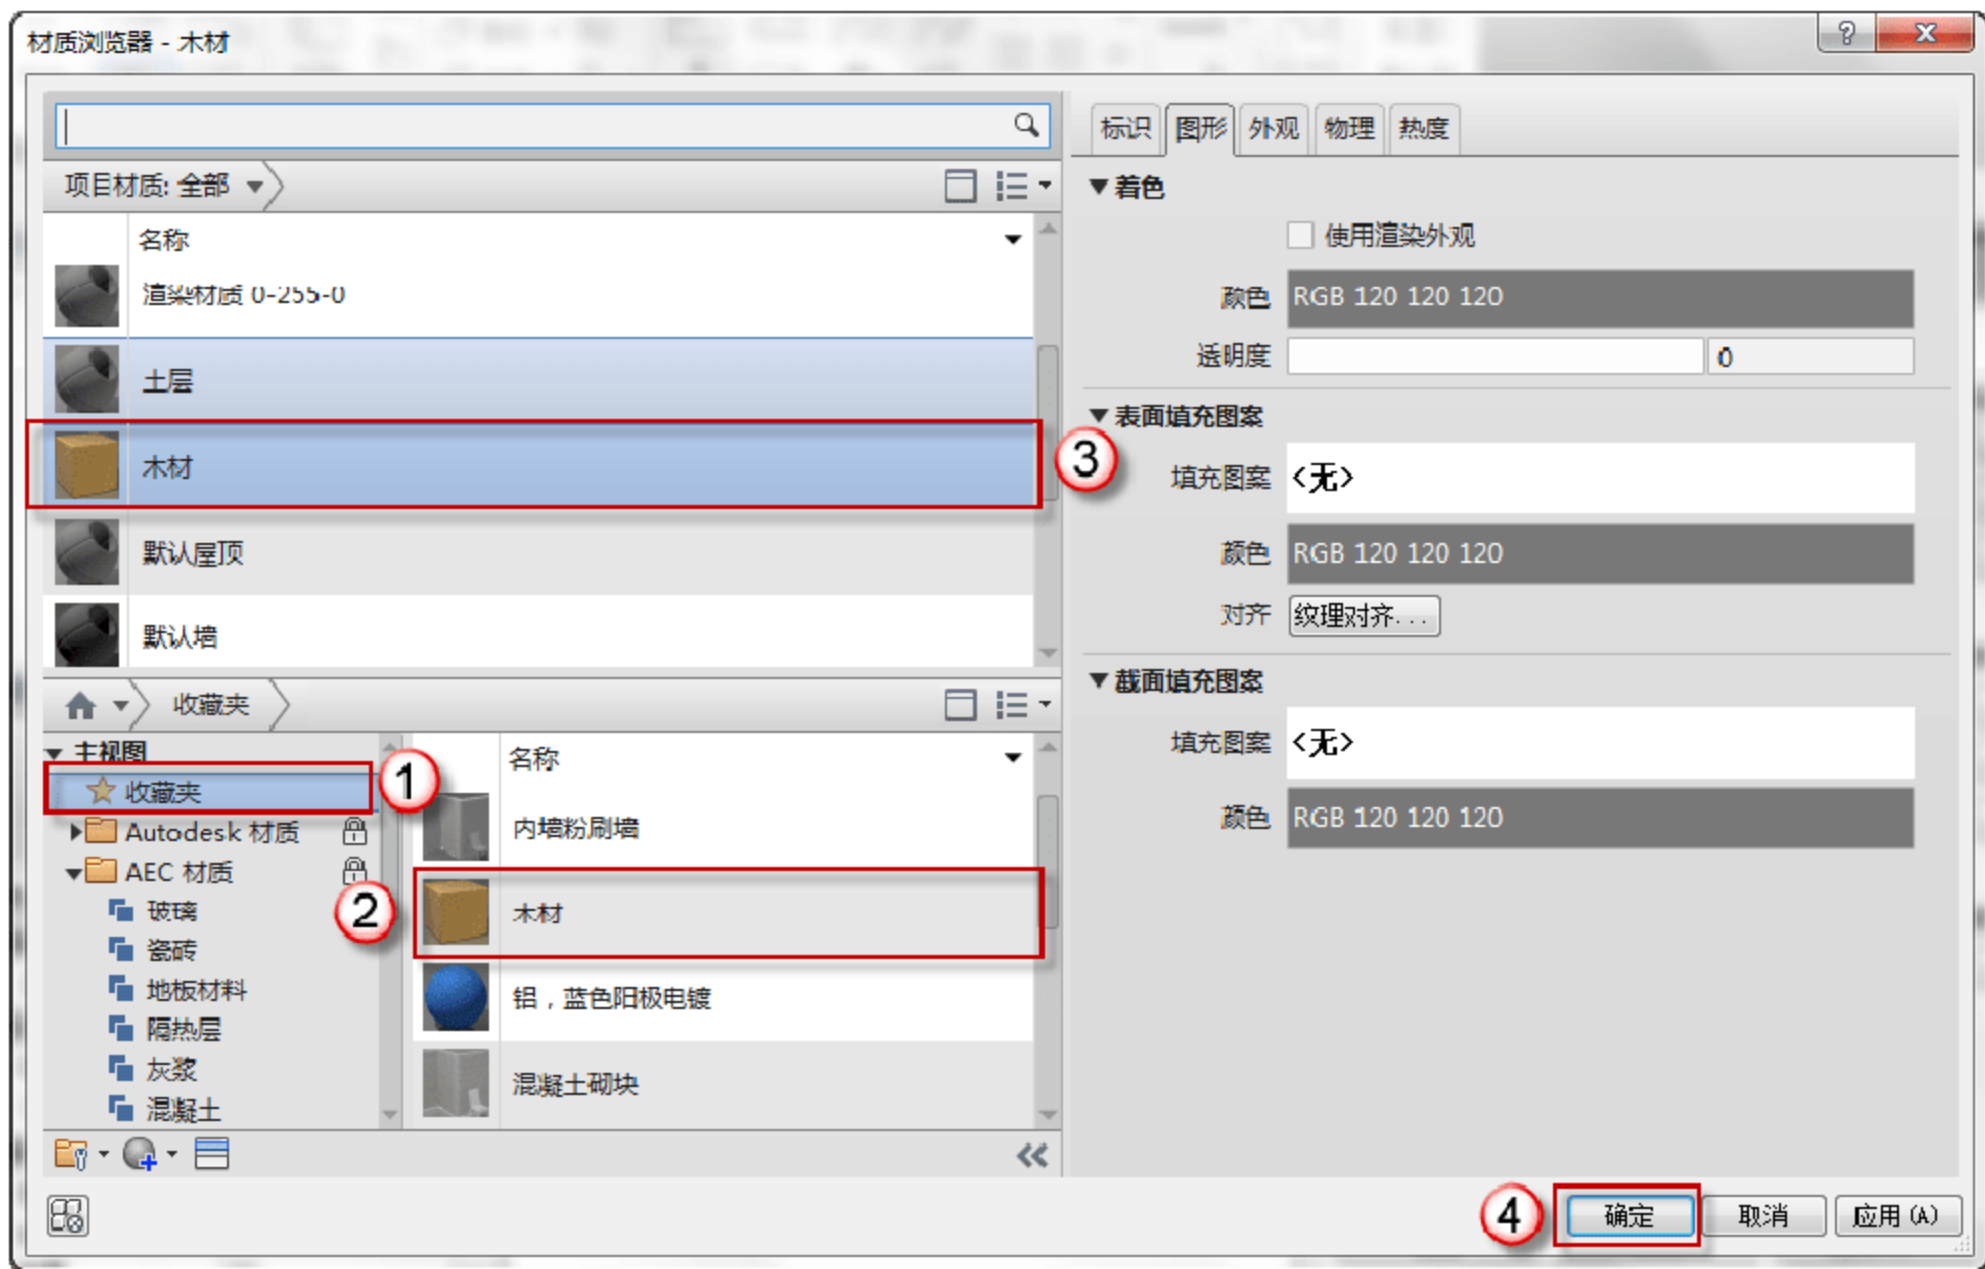

图 6.3.66 添加“木材”材质
(24) 添加“木材”材质。单击“族类型”按钮，弹出“族类型”对话框，单击“材质和装饰”栏“门板材质”右侧的“<按类别>”按钮，弹出“材质浏览器”对话框，选择“主视图”→“收藏夹”→“木材”选项，双击“木材”材质，单击“材质浏览器”对话框中的“确定”按钮，如图 6.3.66 所示。重复本次操作，为“材质和装饰”标签下“门窗框材质”添加“木材”材质。